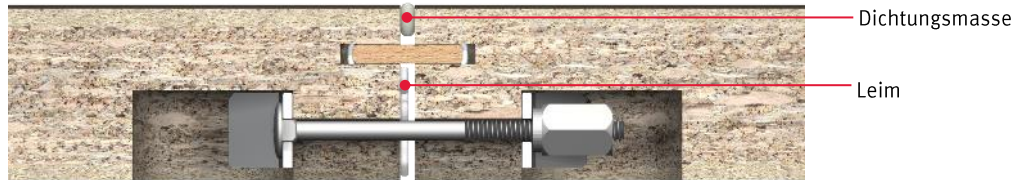

Abbildung 14
6. Arbeitsplatten zusammenfügen, Beschläge einsetzen und Schrauben leicht anziehen. Arbeitsplatten horizontal durch Keil oder Hebel und vertikal mittels Gummihammer oder Schraubzwinde (Zulagen verwenden) ausrichten. Nach erfolgreichem Ausrichten werden die Arbeitsplattenverbinder handfest angezogen. Beim Anziehen ist darauf zu achten, dass die beiden Arbeitsplattenoberflächen ausgerichtet bleiben und die Dichtungsmasse allseitig austritt – **siehe Abbildung 14 und 15**. Arbeitsplatten während der Aushärtung nicht belasten.